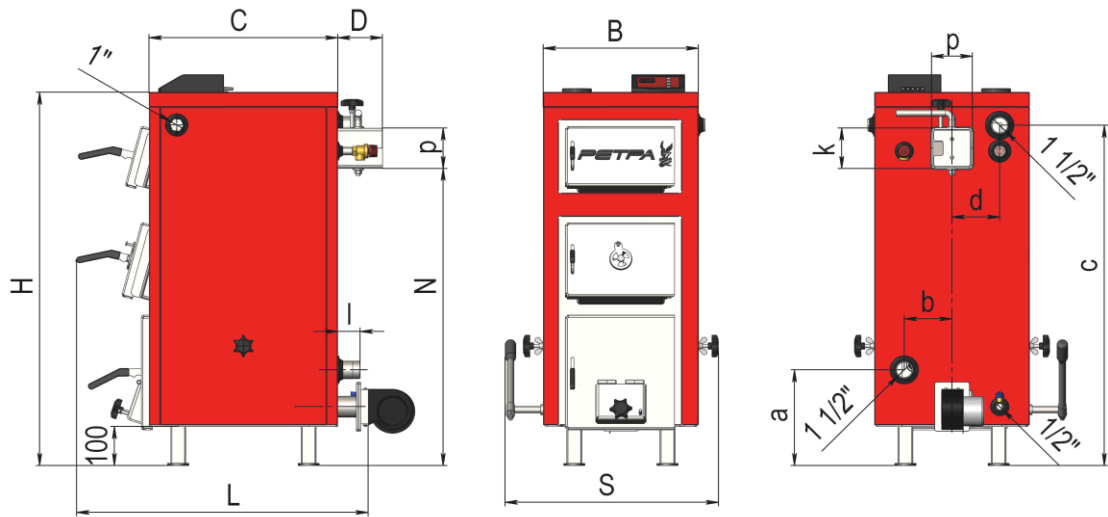

Рис.1. Габаритні та приєднувальні розміри котлів модельного ряду «Петра-5М» та «Петра-5М PLUS»
3.2. Габаритні та приєднувальні розміри котлів модельного ряду «Петра-5М» та «Петра-5М PLUS» наведені на Рис.1 та таблиці 2.